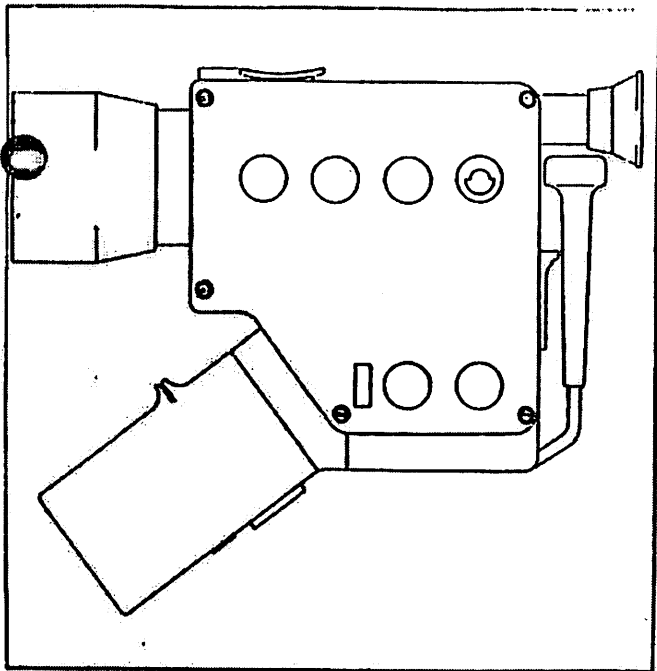

Abb.1
- Fünf Linsenschrauben lösen und Schalterplatte abnehmen (Abb.1)